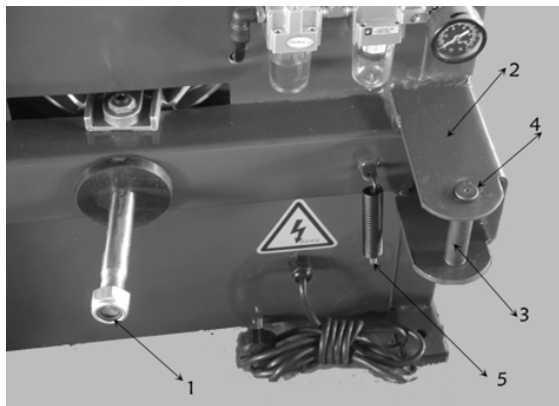

Рис. 4-5
Открутите зажимную гайку (1) с передней части штока поршня цилиндра, используемого при работе ножа отрыва кромки шины. Снимите стопорное кольцо со штифта, фиксирующего нож отрыва кромки шины. Снимите штифт (3) и установите пружину (5) как показано на рис. 4-5.